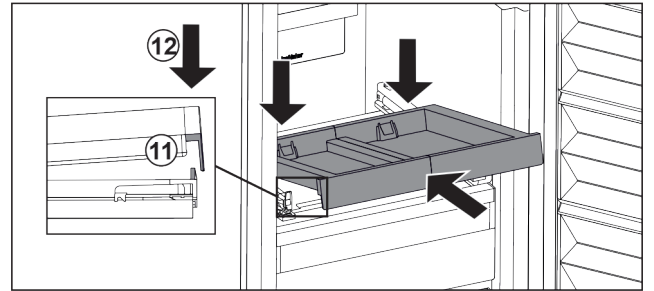

Fig. 122
- ▶ 倾斜推入。确保两侧的挡块位于卡舌后面。 Fig. 122 (11)
- ▶ 放下拉出式搁板前部。 Fig. 122 (12)